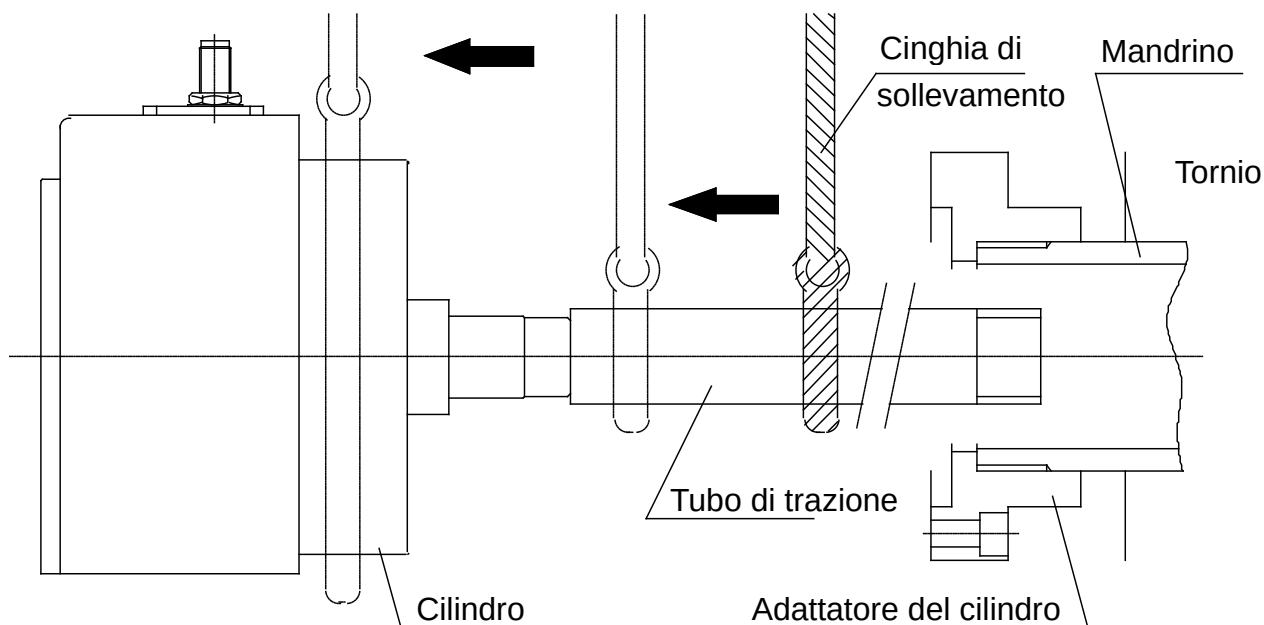

Fig.15
- Per la rimozione / installazione del cilindro, usare una cinghia di sollevamento e procedere nel seguente modo. (Fig.15)
- Per quanto riguarda la scentratura durante il collegamento del cilindro, fissare il cilindro mantenendo la scentratura dell'estremità posteriore del corpo del manicotto verticale e la circonferenza del cilindro ai valori standard specificati nella Fig.15 o a valori inferiori quando viene applicato l'arresto della rotazione del corpo del manicotto e viene fatto ruotare il mandrino.